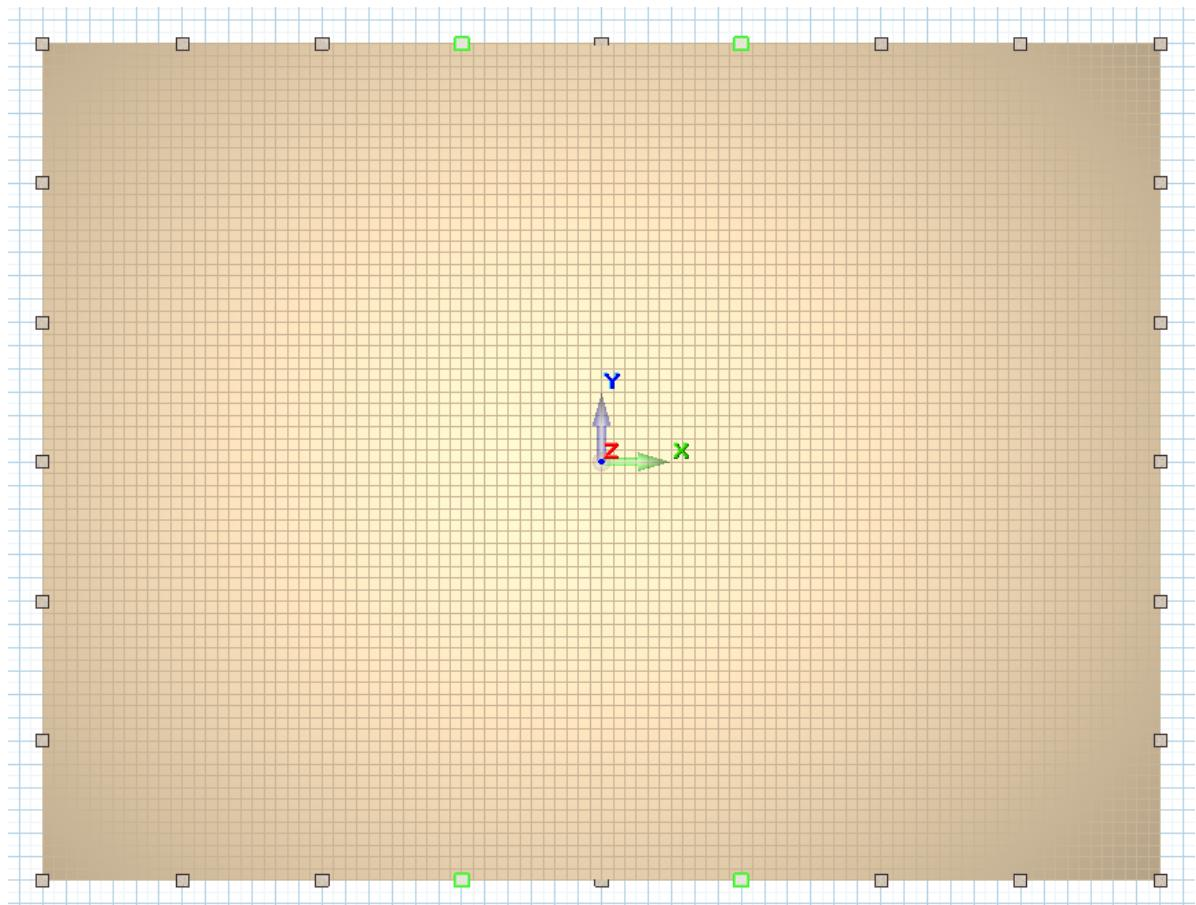

Рис.3.3. Выделение колонн (выделенные колонны показаны зеленым цветом)
- Щелчком левой кнопки мышки выделите 4 колонны (рис.3.3)